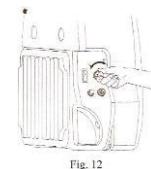

Fig. 12
(IV) Réglage de la pression (fig. 12)